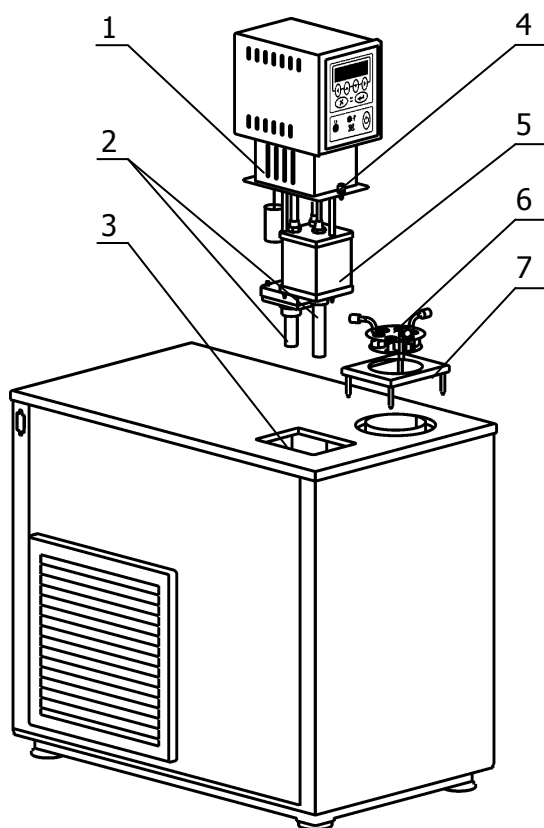
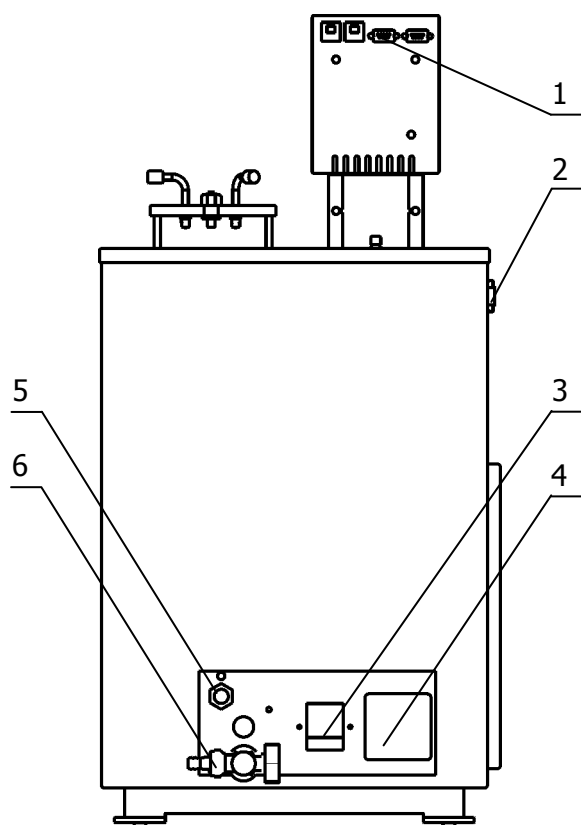

Рисунок 3 — Установка блока регулирования температуры
Рисунок 4 — Задняя панель корпуса термостата
2.2.3 Вставить входную и выходную трубки 2 во входной и выходной патрубки блока регулирования 1 (если они не были установлены заводом-изготовителем), зафиксировать их винтами (рисунок 3). Выходную трубку следует вставлять в резервуар 5 косым срезом до упора. Блок регулирования 1 погрузить в основную ванну 3 так, чтобы трубки 2 попали в муфты на дне основной ванны, зафиксировать блок винтовыми фиксаторами 4 на крышке термостата (рисунок 3). Соединить блок регулирования температуры (разъем 1, рисунок 4) и холодильную машину (разъем 2, рисунок 4) кабелем из комплекта поставки. К переливному патрубку 5 (рисунок 4) присоединить сливной шланг и опустить его в ёмкость объемом не менее 1.5 л для сбора излишков теплоносителя.
2.2.4 Заполнить ванны термостата теплоносителем (учитывая диапазон температур регулирования, 1.2.6) через отверстие в крышке корпуса термостата. Заполнять ванны следует до момента начала слива теплоносителя из патрубка 5 (рисунок 4).
2.2.5 Вставить подставку 7 шпильками в отверстия на корпусе термостата, на подставку установить корзину для термометров 6 (рисунок 3).
2.2.6 Вставить вилку сетевого кабеля блока регулирования температуры в розетку 4, расположенную на задней панели ванны термостата (рисунок 4). Подключить термостат к однофазной питающей сети напряжением 220 В. Для этого в лабораторном помещении должна быть установлена электрическая розетка из комплекта поставки термостата.
2.2.7 Автоматический выключатель 3 перевести в положение включено (рисунок 4).
2.2.11 При проведении работ по очистке термостата, слить теплоноситель через сливной кран 6 (рисунок 4).